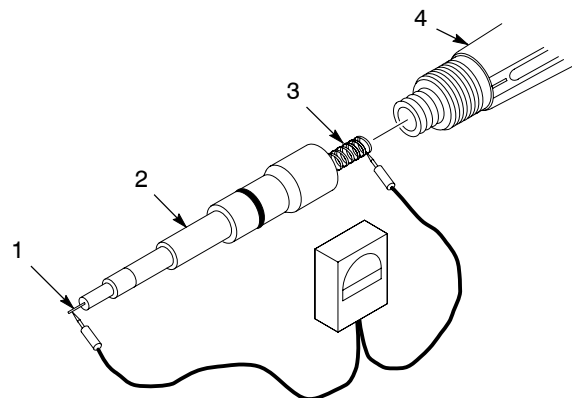

Рис. 5 Проверка сопротивления узла умножителя/резистора
2. См. рис. 5. Вывернуть резисторный насадок (2) из умножителя (4).